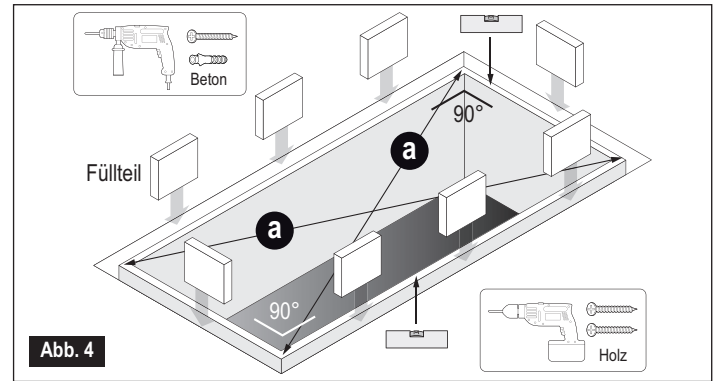
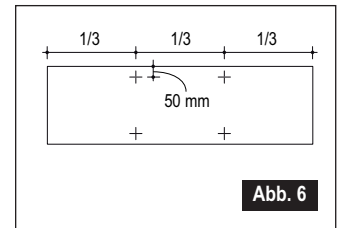

Abb. 4
Abb. 6
- Verschrauben Sie den Lukenkasten zuerst an die Scharnierseite und links oder rechts an der Schlossseite (je der Neigung des Kastens) um den Lukenkasten rechtwinklig ein zu bauen. Die Diagonalen müssen dafür die gleiche Länge haben (Abb. 4). Bringen Sie zwischen Lukenkasten und Decke Füllteile an (Abb. 4). Weitere Schrauben können Sie später verwenden (Abb.6).
- Befestigen Sie den Lukenkasten jetzt sicher mit den mitgelieferten Justierschrauben oder Keilbolzen (nicht im Lieferumfang enthalten) wie in Abb. 6 angegeben. Wir empfehlen dazu mindestens 10 Schrauben (min. 6x70mm) zu verwenden.